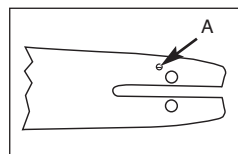

Bild. 3A
Damit die Schiene und die Kette mit Öl versorgt werden, VERWENDEN SIE NUR DIE ORIGINALSCHIENE mit Öldurchlass (A), siehe oben (Bild. 3A).